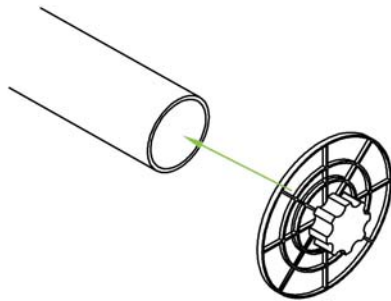

Abb. 2-18
1. Stecken Sie einen Medienflansch auf jedes Ende der Rolle und ziehen Sie die Schraube fest an (Abb. 2-18).